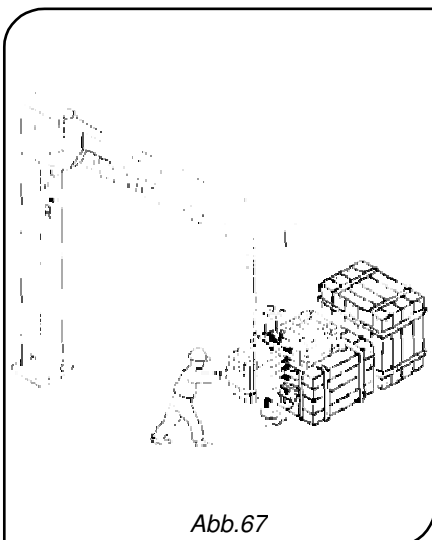

Abb. 67
- **STETS** vor der Durchführung eines Manövers sicherstellen, dass die Rotation des Arms nicht behindert wird und dass beim Anheben, Verahren und Drehen die Last nicht gegen Hindernisse stößt (Abb. 67).